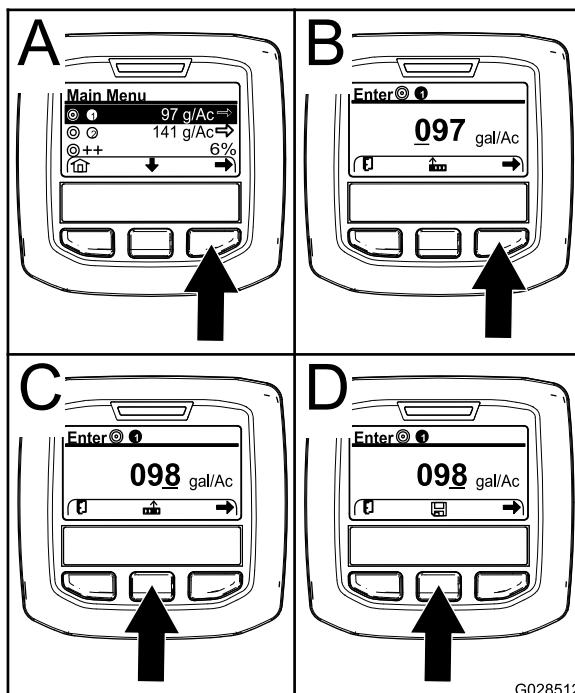

Figure 67
2. Au besoin, appuyez sur le bouton de sélection central pour mettre en surbrillance le débit d'application du programme 1 (Figure 67).